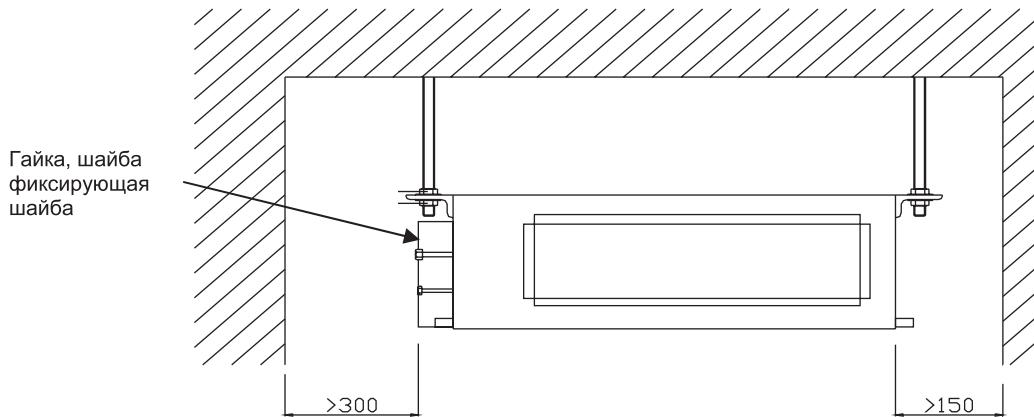

*Рис. 10.23 — Установка декоративной панели*
- Перед тем как установить декоративную панель подключите при помощи разъемов электродвигатель жалюзи (см. рисунок 10.23).